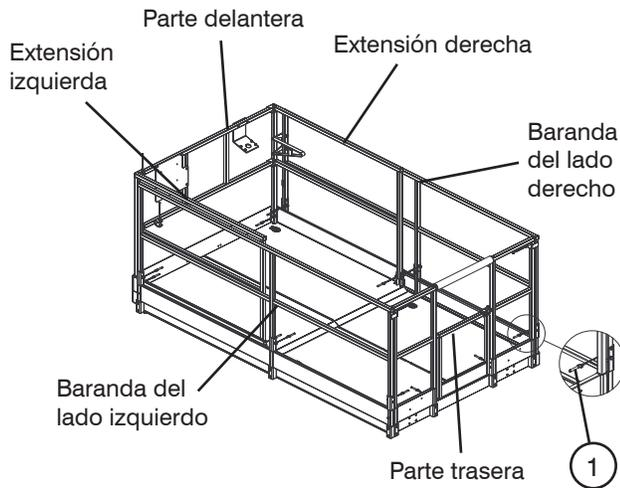

Figura 2-24. Sistema de barandas plegables
7. Pliegue hacia abajo las barandas en el orden siguiente: parte trasera, parte delantera, extensión izquierda, extensión derecha, lado izquierdo y lado derecho (consulte la figura 2-24).